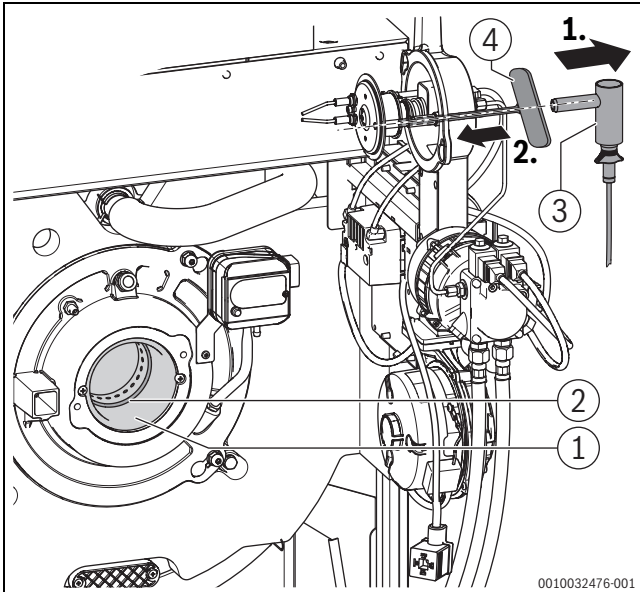

Bild 71 Dichtung prüfen (Serviceposition 1), Verwendung Innensechskantsteckschlüssel zur Ausrichtung des Mischsystems
- ▶ Brenner in Serviceposition 1 bringen (→Bild 71).
- ▶ Winkelhalter mit Flammenfühler (→Bild 71) aus Brennergehäuse ziehen.
- ▶ Zur Ausrichtung des Halterohres des Flammenfühlers mit dem Sichtrohr des Mischsystems einen Innensechskant-Steckschlüssel (Schlüsselweite 5) als Lehre von der Brennergehäuseseite einführen (→Bild 71).
- ▶ Winkelhalter mit Flammenfühler (→Bild 71) wieder bis zum Anschlag in Brennergehäuse einstecken.